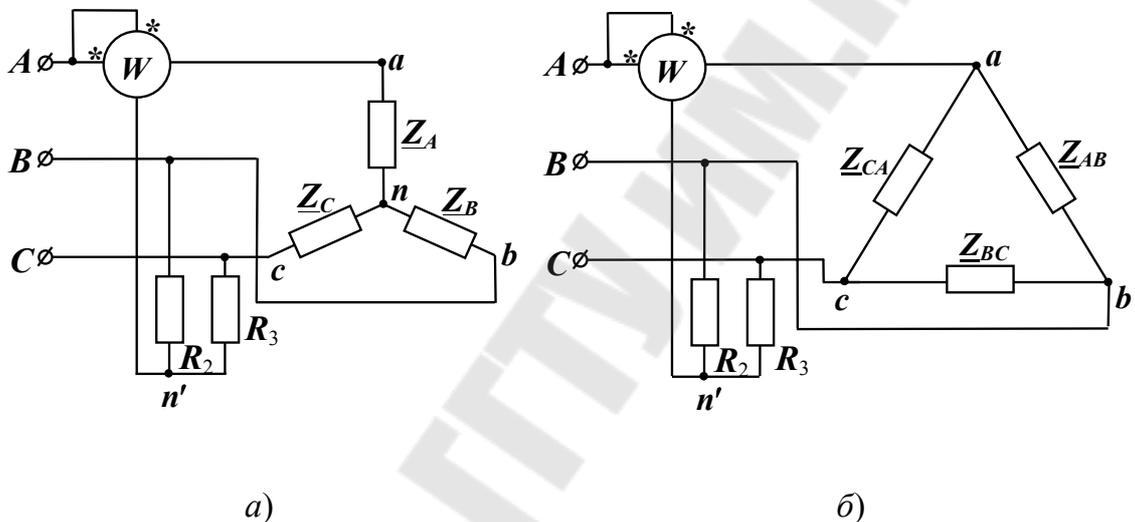

Рис. 7.2
Если же эта точка недоступна, то она создается искусственно (*включение ваттметра с искусственной нейтральной точкой*; рис. 7.2, а). Для создания искусственной нейтральной точки используются два активных сопротивления R_2 и R_3 , удовлетворяющих требованию
Включение ваттметра с искусственной нейтральной точкой также может применяться при соединении симметричной нагрузки треугольником (рис. 7.2, б).
4. Собрать электрическую цепь по схеме рис. 7.2, а, используя те же значения $R_{\phi\Delta}$ и $E_{\phi\Delta}$, что и в п. 1. Произвести измерение мощности нагрузки, занести полученное значение в табл. 7.2 и сравнить с результатами измерений в п. 1.
5. Собрать электрическую цепь по схеме рис. 7.2, б, используя те же значения $R_{\phi\Delta}$ и $E_{\phi\Delta}$, что и в п. 2. Произвести измерение мощности нагрузки, занести полученное значение в табл. 7.2 и сравнить с результатами измерений в п. 2.